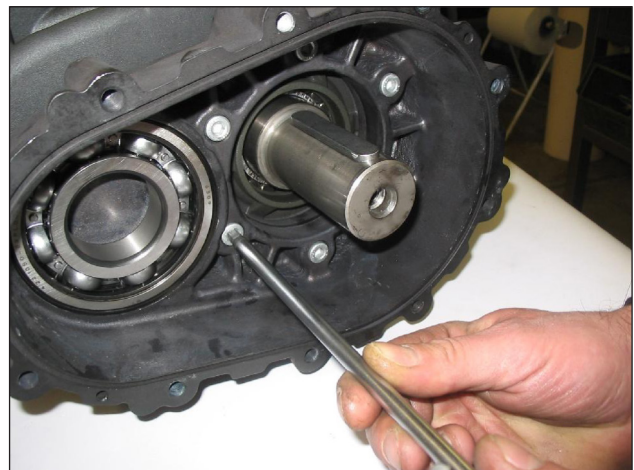

Fig. 21
- Desserrer les vis de fixation du boîtier du réducteur et déposer le boîtier (Fig. 21).